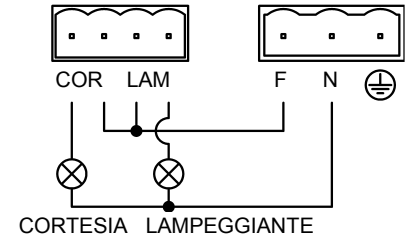

Figura 3
- ◆ Prestare attenzione al collegamento del lampeggiante e della cortesia perchè sono contatti liberi da tensione (vedi figura 3).